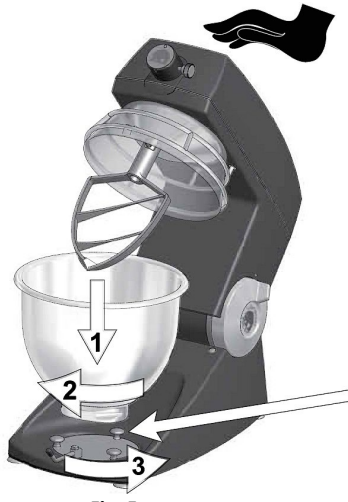

Fig. 5
- D. Plaats de kom tussen de drie bouten op de bodem van de machine en draai ze met de klok mee tot ze vast staat (fig. 5). De hendel tegen de wijzers van de klok in draaien om de kom te vergrendelen.